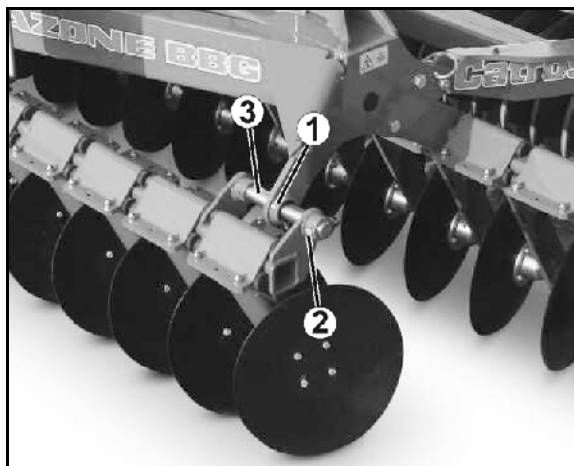

Bild 54
När glidlagren (Bild 54/1) ska bytas, ska den utfällda maskinen ställas så att glidlagren inte är spända.
1. Lossa skruvförbandet (Bild 54/2) på förskjutningsaxeln (Bild 54/3).